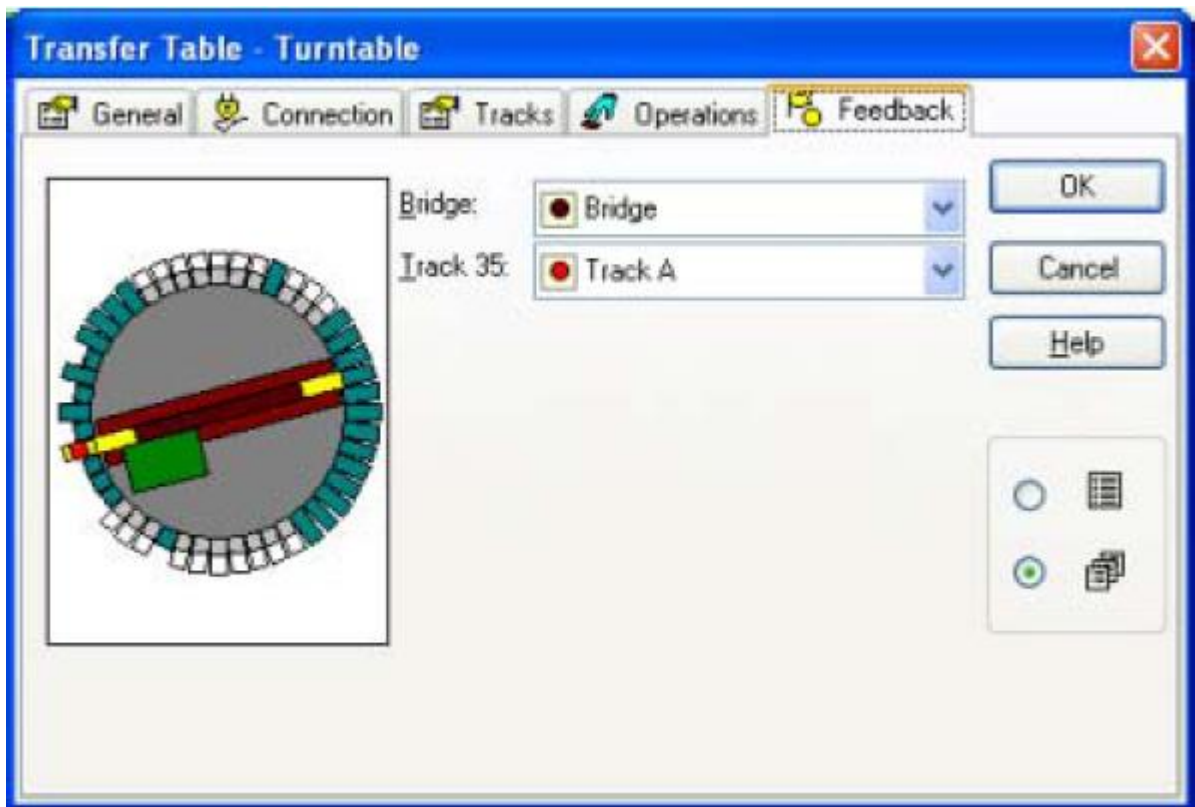

Figure 158 : Assignment d'indicateurs de réactions à une plaque tournante
- Il y a un indicateur complémentaire câblé au pont de la plaque tournante, c'est-à-dire l'indicateur est activé, quand une locomotive est placée sur le pont. Cet indicateur est associé au bloc "Bridge". Cet indicateur est aussi assigné au pont de la plaque tournante selon la Figure 158.